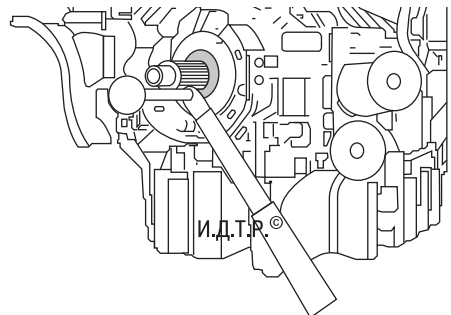

Рис. 5.44. Снятие переднего сальника коленчатого вала
4. Извлеките сальник из корпуса, используя специальный съемник (рис. 5.44) уплот-
5. Извлеките сальник из корпуса, используя специальный съемник (см. рис. 5.44) уплотнения коленчатого вала или поддев его отверткой.